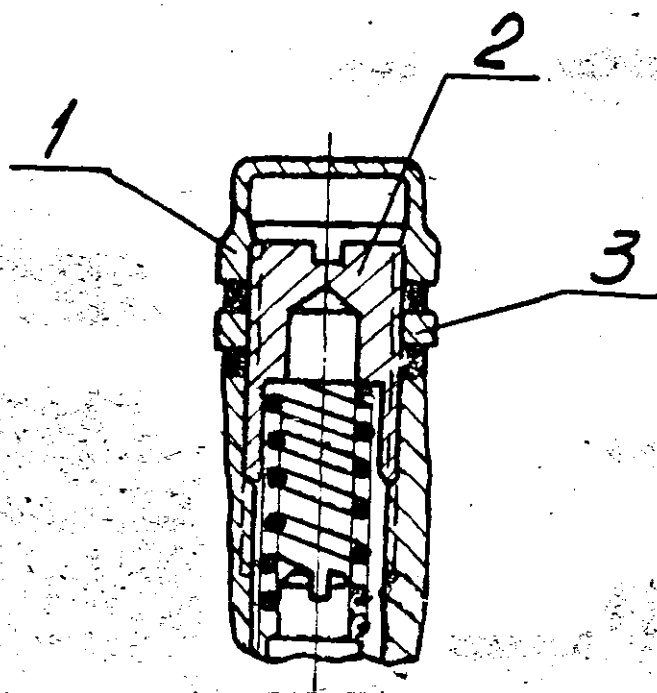

Рис. 22. Регулировочный винт редукционного клапана пускового топливного насоса:
1. Расконтрите и отверните защитный колпачок I (рис.22).